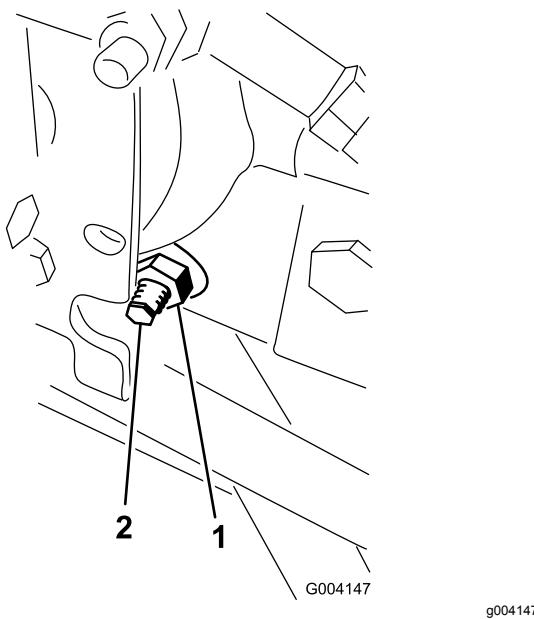

Figura 47
3. Dal lato destro dell'idrostato, allentate il dado di bloccaggio sulla camma di regolazione della trazione (Figura 47).